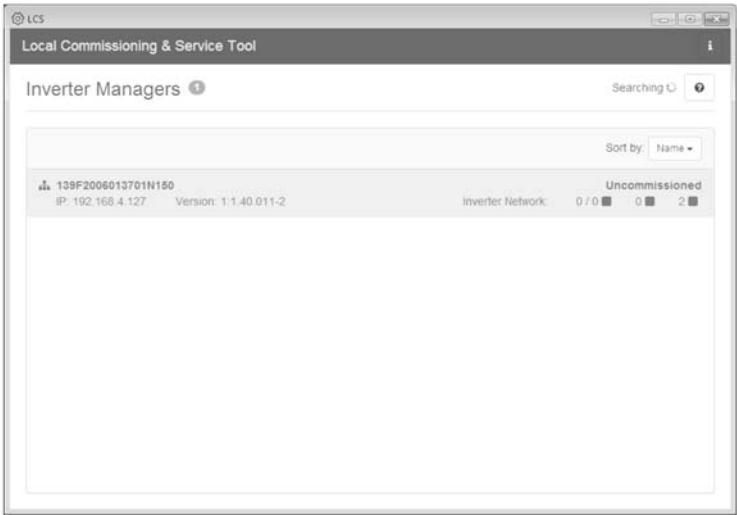

Figure 5.2 LCS-Tool - Écran initial
- 2. L'écran affiche maintenant une liste de tous les appareils SMA Inverter Manager (voir figure 5.2). Pour lancer l'assistant, cliquez sur le SMA Inverter Manager à configurer. En cliquant sur le SMA Inverter Manager, les onduleurs découverts par celui-ci s'affichent. Les onduleurs non mis en service (aucun code réseau attribué) sont signalés par un carré bleu à côté de leur version de logiciel.